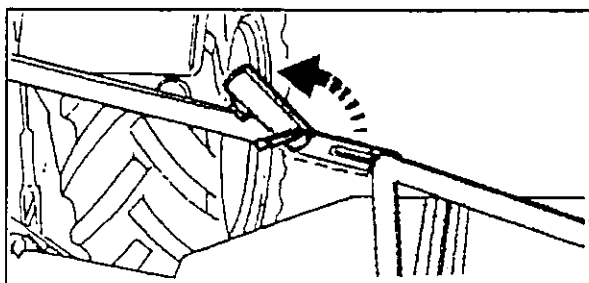

fig. 4-13
- Dégager le verrou de blocage de position de transport (fig. 4-13).